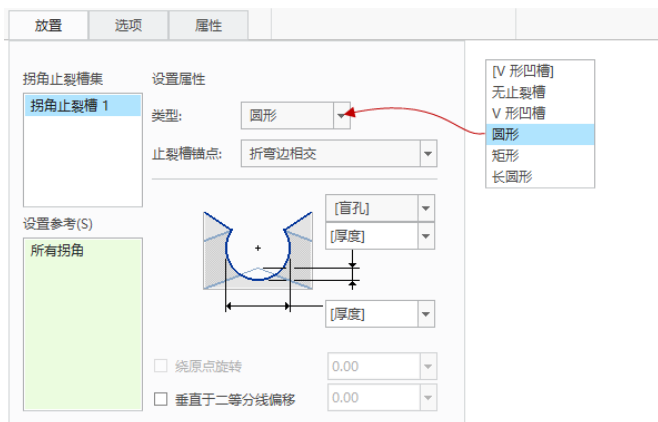

图 3-57 “拐角止裂槽”选项卡的“放置”面板
(3) 在“拐角止裂槽”选项卡中打开“放置”面板，可以查看指定拐角止裂槽集的所选拐角，接着为当前活动集选择要应用的止裂槽类型，并为止裂槽设置锚点，如图 3-57 所示。拐角止裂槽的类型分 5 种，即“无止裂槽”“V 形凹槽”“圆形”“矩形”“长圆形”。如果当前使用的是“圆形”“矩形”“长圆形”止裂槽，则可根据需要设置该止裂槽的深度和宽度尺寸，绕锚点旋转止裂槽的放置，偏移垂直于二等分线的止裂槽。另外，可以新建另一个拐角止裂槽集。